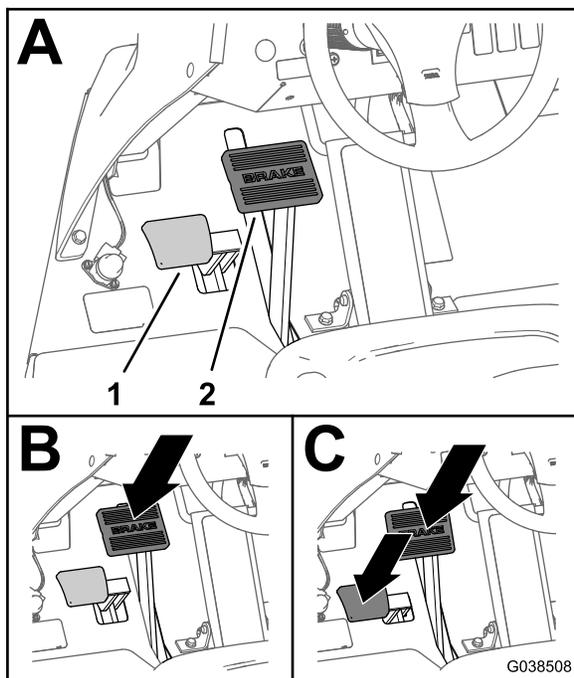

Figura 19
1. Pise el pedal del freno de servicio (Figura 19).
2. Sin levantar el pie del pedal del freno de servicio, pise también el pedal del freno de estacionamiento (Figura 19).